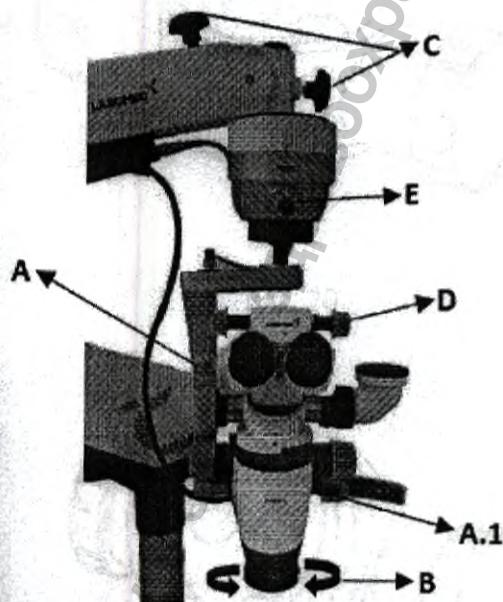

Рис. 18
- б. Отрегулируйте положение наклонного плеча при помощи муфт, обозначенных (A) и (A.1), чтобы создать необходимое поле обзора, смотрите рисунок 18.
- в. Требуемое рабочее расстояние может быть обеспечено за счет вращения кольца, отмеченного как (B), на объективе. Точная фокусировка может быть осуществлена этим же кольцом, смотрите рисунок 18.
- г. После фокусировки, заблокируйте движение поворотного плеча, подвесного плеча и наклонного плеча используя ручки блокировки, отмеченные как (C), смотрите рисунок 18.
- д. Настройте межзрачковое расстояние окуляров при помощи ручки регулировки, ручка регулировки отмечена как (D), смотрите рисунок 18.
- е. Освещение регулируется за счет ручки регулировки интенсивности (E). Вращайте по ходу или против хода часовой стрелки для достижения желаемого уровня освещения.